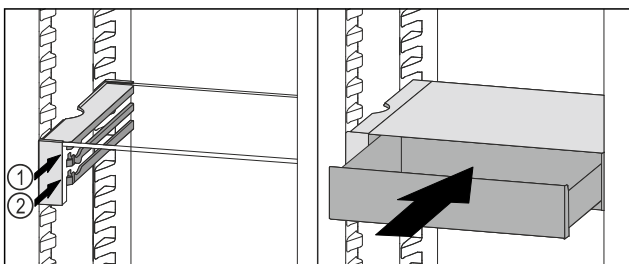

Fig. 70
- ▶ Posizionare il cassetto VarioSafe dietro i tappi sulla nervatura desiderata Fig. 70 (1) o Fig. 70 (2).